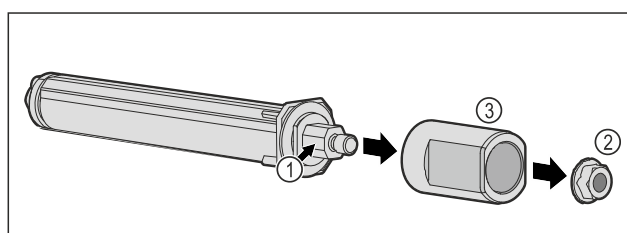

Fig. 54
- Deursluitsysteem Fig. 54 (1) niet demonteren.
- Moer Fig. 54 (2) verwijderen.
- Huls Fig. 54 (3) verwijderen.